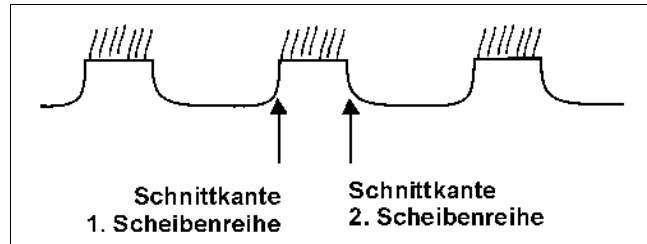

Fig. 16
- 1. Scheibenreihe nach rechts verstellen und erneut kontrollieren (Fig. 16):